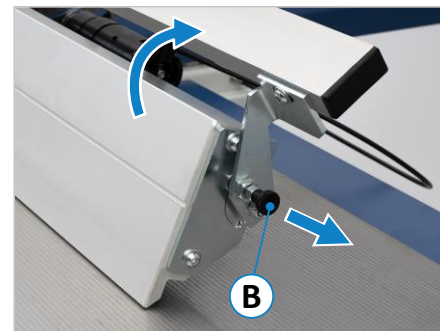

Abbildung 23: Hilfsanschlag
- Bei Nichtgebrauch den Rastbolzen **(B)** nach außen ziehen, den Anschlag nach oben schwenken (siehe ⇒ Abbildung 23) und den Rastbolzen **(B)** wieder einrasten lassen.